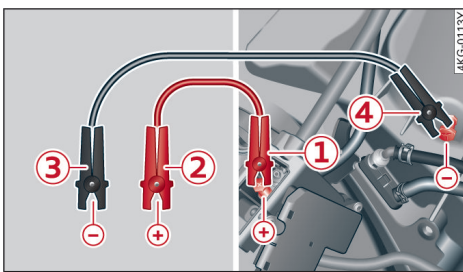

图 184 连接辅助启动电缆
1. 将红色正极电缆的一端连接到辅助启动销①上⇒ 图 184。
2. 将红色正极电缆的另一端固定在电源的正极②。